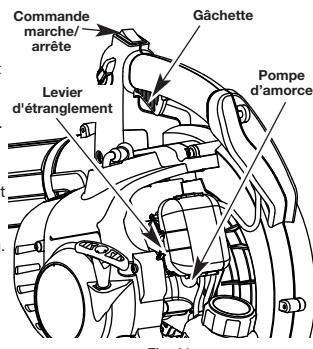

Fig. 11
**DÉMARRAGE À CHAUD:** Si le moteur est déjà chaud, mette le levier de l'étrangleur en **position 3** et tirer sur le cordon pour redémarrer. L'appareil devrait être démarré au ralenti. Ne pas appuyer sur la manette pendant le démarrage (Fig. 11).
- Appuyez et maintenez la commande Marche/Arrêt enfoncé en position ARRET (O) jusqu'à ce que le moteur soit complètement arrêté (Fig. 11).